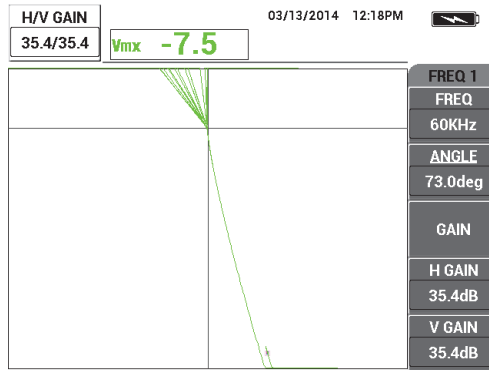

Figura 5-75 Ajuste de ganho
- Coloque a sonda próxima da amostra de 45% de condutividade e, em seguida, pressione a tecla GAIN (**dB**), diminua o ganho até o ponto ativo ficar dentro da área da tela (veja Figura 5-75 na página 185).